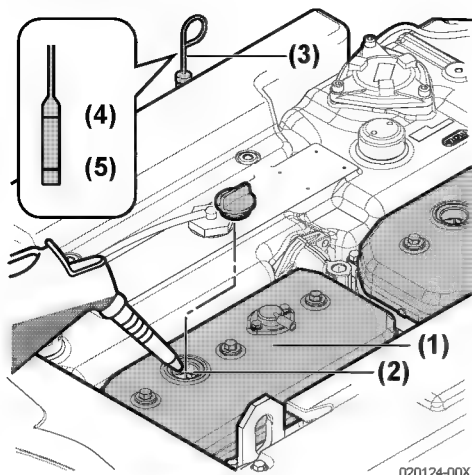
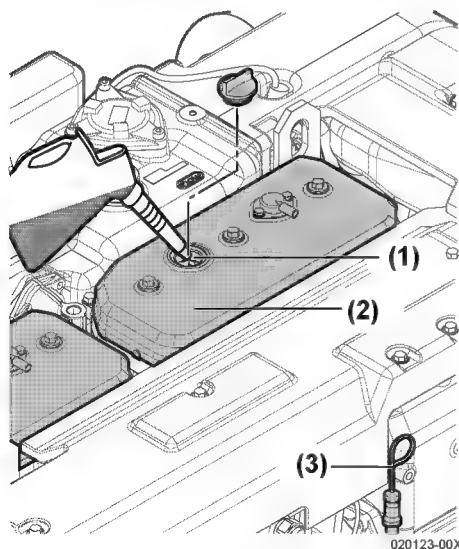

Figure 7
Figure 8
2. Enlevez le jauge de (**Figure 7, (3)**) ou de (**Figure 8, (3)**) et nettoyez-le avec un tissu propre.
4. Enlevez le jauge Le niveau de l'huile devrait être entre les lignes maximum (**Figure 7, (4)**) et minimum (**Figure 7, (5)**) sur le jauge.
1. *AVIS: Empêchez que la poussière et les débris ne contaminent l'huile du moteur. Nettoyez soigneusement le jauge et les surfaces environnantes avant d'enlever le bouchon.* Enlevez le bouchon du port de remplissage d'huile jaune du port de remplissage (**Figure 7, (2)**) ou (**Figure 8, (1)**) et remplissez avec de l'huile de moteur.
2. Remplissez avec de l'huile jusqu'à la limite supérieure (**Figure 7, (4)**) sur le jauge (**Figure 7, (3)**) ou (**Figure 8, (3)**). *AVIS: Ne faites JAMAIS le trop-plein avec l'huile de moteur.*
1. Approximativement 10 minutes après l'arrêt du moteur, enlevez le jauge d'huile (**Figure 8, (3)**) et vérifiez le niveau de l'huile. Ajoutez de l'huile si le niveau est trop bas.